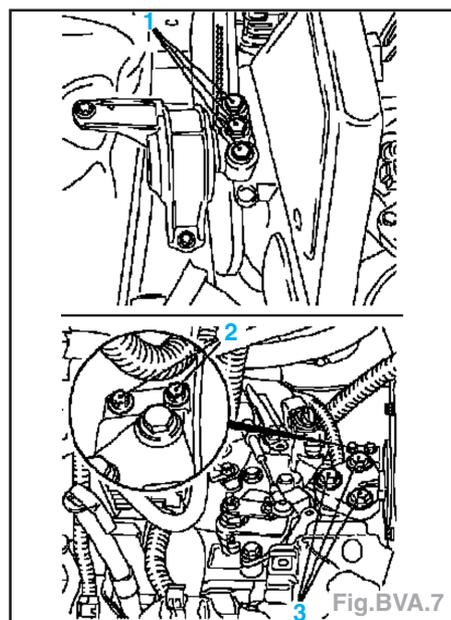

Fig.BVA.7
- Déposer les vis (1) du bloc amortisseur du moteur D, les vis (3) du bloc amortisseur du moteur G et les vis (2) (Fig.BVA.7).